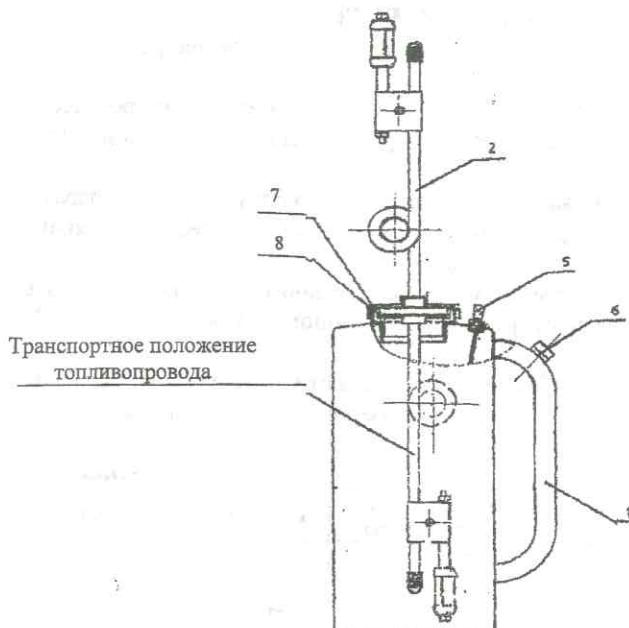

Рис. 1
3.1. Аппарат (Рис. 1) состоит из баллона (3) с горловиной для заливки рабочей смеси бензин-масло, и топливопровода (2), соединенных между собой крышкой (7). Герметичность соединения обеспечивается прокладкой (8), расположенной в горловине баллона. Штуцер (5) обеспечивает поступление воздуха в баллон. Баллон имеет ручку (1) для переноски аппарата. На ручке на штуцер навинчена гайка-заглушка (6) для сборки аппарата при транспортировке.
- отвинтить крышку (Рис. 1, поз. 7);
- вынуть из баллона топливопровод (Рис. 1 поз. 2);
- завинтить ее на штуцер (Рис. 1, поз. 6), расположенный на ручке баллона (Рис. 1 поз. 1) во избежание потери;
- вывинтить штуцер (Рис. 1 поз. 5) на 3 полных оборота резьбы.